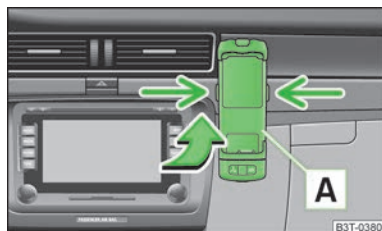

Fig. 130
- Introducir primero el adaptador **A** en el sentido de la flecha » fig. 130 en el soporte hasta el tope. Presionar ligeramente el adaptador hacia abajo hasta que enclave de modo seguro.
- Presionar los enclavamientos laterales del soporte simultáneamente » fig. 130 y extraer el adaptador con el teléfono.